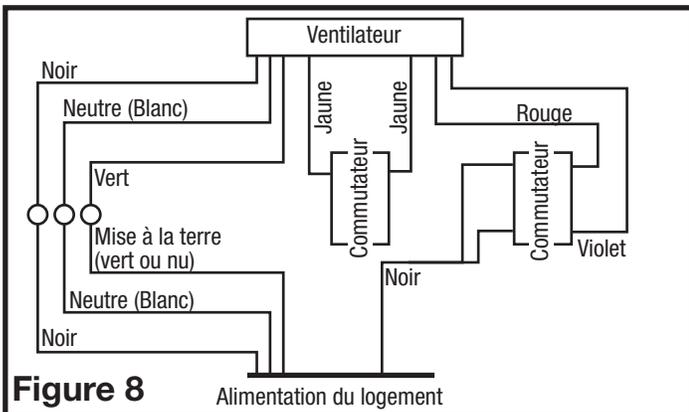

Figure 8
2. **Ventilation continue:** Pour les ventilateurs à deux vitesses, raccordés pour une ventilation continue. Connectez le fil blanc du ventilateur au fil blanc (neutre) de la source d'alimentation. Connectez le fil de terre de la maison au fil vert du boîtier du ventilateur. Connectez le fil noir du ventilateur au fil noir (chaud) de la source d'alimentation. Utilisez un interrupteur standard, correctement mis à terre (non inclus) pour relier le fil noir de la source d'alimentation à de l'interrupteur. Connectez le fil rouge (lumière) du boîtier du ventilateur à l'autre côté de l'interrupteur du haut et connectez le fil violet (veilleuse) du boîtier du ventilateur à l'autre côté de l'interrupteur du bas. Utilisez un deuxième interrupteur à bascule standard duplex, correctement mis à terre, pour relier le fil jaune chaud du ventilateur à l'entrée de l'interrupteur. Fermez l'interrupteur changera la vitesse de normale à haute vitesse (Figure 8).